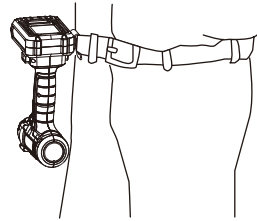

Fig. 11
- > O clipe para cinto (9) pode ser engatado no seu cinto ou bolso, etc. (Fig. 11)